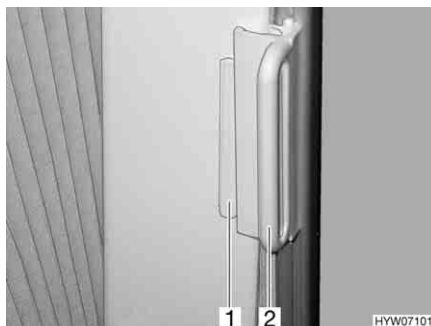

Fig. 108 Tendina oscurante pieghevole, finestra della cabina guida
- Afferrare l'impugnatura (Fig. 108,2) delle tendine oscuranti pieghevoli e chiudere tirando con prudenza finché il fermo magnetico non blocca la tendina oscurante pieghevole.
- Spingere l'impugnatura (Fig. 108,2) fino al sopralzo (Fig. 108,1). La tendina oscurante pieghevole è ora bloccata.